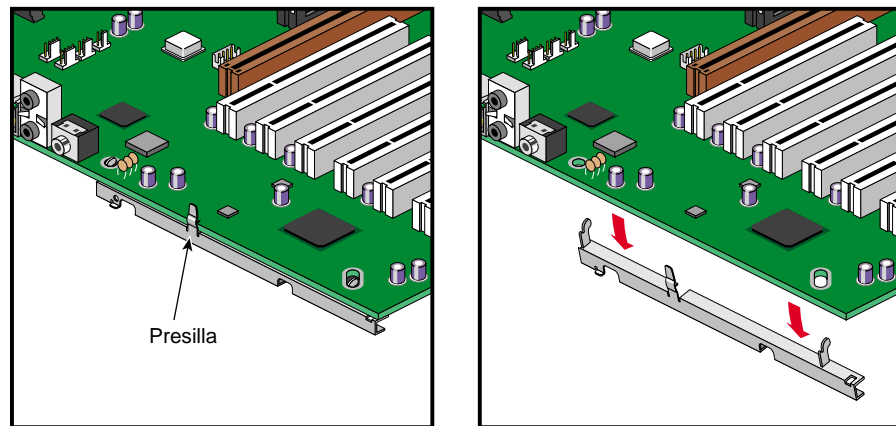

Figura 2-28 Extracción del soporte de sujeción de la tarjeta del sistema
11. Para separar el soporte de sujeción de la tarjeta del sistema, suelte la presilla de fijación y retire los ganchos que sujetan el soporte de la tarjeta. En la Figura 2-28 se muestra este procedimiento.